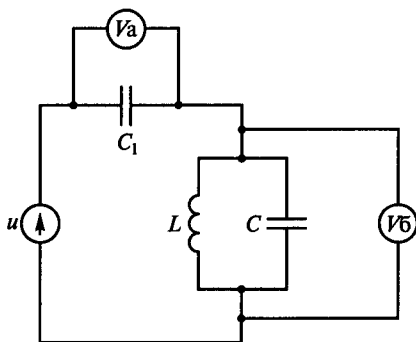

Рис. 110
**3.69.** В цепи на рис. 110  $u = 100 + 50\sqrt{2} \sin \omega t$ ,  $1/(\omega L) = \omega C$ . Какими будут постоянные составляющие напряжений  $U_{a0}$  и  $U_{60}$ , действующие значения синусоидальных напряжений  $U_{a1}$  и  $U_{61}$ , а также показания вольтметров электродинамической системы  $U_a$  и  $U_6$ ? (Указать неправильный ответ.)